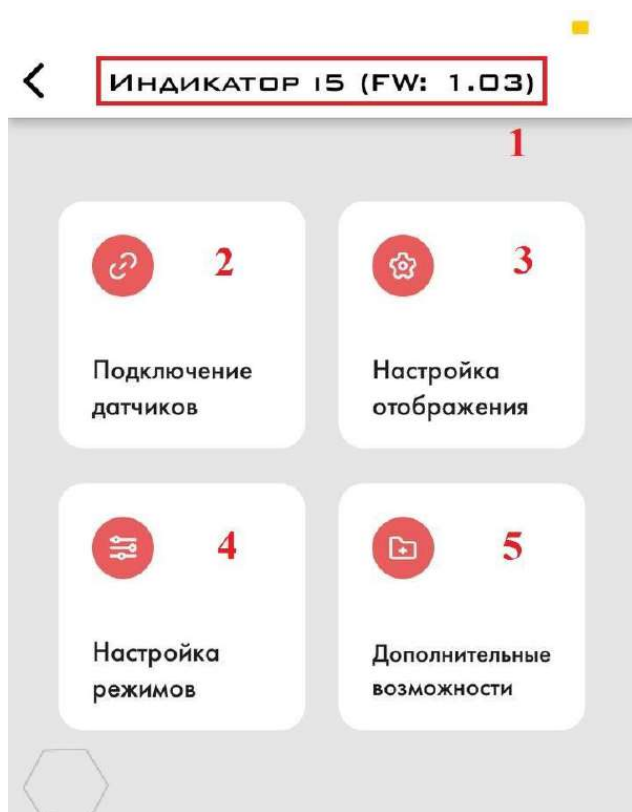
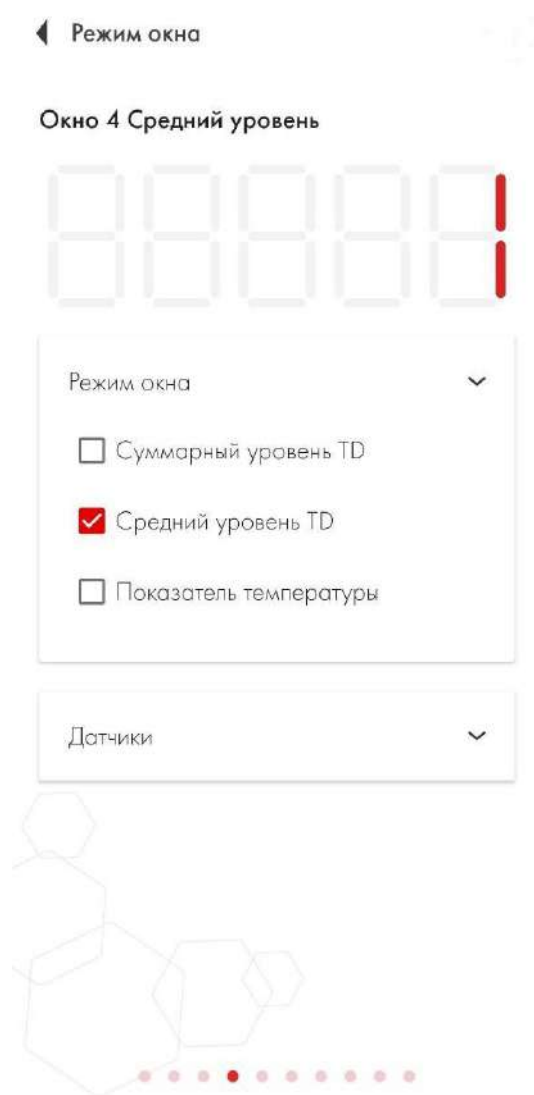

Рис. 62 Настройка отображения (3)
Рис. 63 Средний уровень TD выбран для окна
2.9.1 Если у вас на одном транспортном средстве и в одном баке установлено несколько датчиков и вам необходимо, чтобы Индикатор И-5 показывал их среднее значение, зайдите в настройки дисплея (рис. 62, 3) выберите один из окон 1-10 в меню «**Настройка отображения**» и выберите **Средний уровень TD** в режиме окна (Рис. 63). Нет необходимости выбирать датчики в том же меню. Показания уровня всех датчиков TD, у которых включена функция **использовать при пересчете**, будут использоваться для расчета и отображения их среднего уровня.